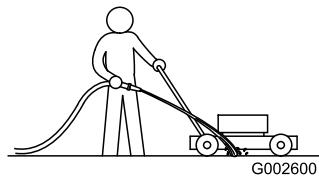

Bild 22
3. Lassen Sie den Motor bei eingekuppeltem Messer laufen und sprühen Sie Wasser vor das **rechte** Hinterrad (Bild 22).